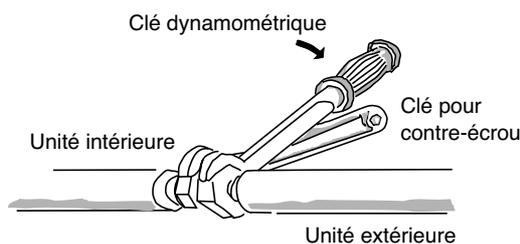

Fig. 7-6
- (1) Raccordez correctement le tube de réfrigérant côté intérieur qui dépasse du mur au tube côté extérieur.
- (2) Serrez les raccords aux couples indiqués ci-contre.
- Lorsque vous déposez les écrous flare des raccords de tube ou lorsque vous les serrez après avoir raccordé le tube, veillez à utiliser 2 clés à molette ou des tricoises comme illustré. (Fig. 7-6) Tout serrage excessif des écrous flare risque d'endommager les dudgeons et provoquer des fuites de réfrigérant susceptibles de blesser ou d'asphyxier les occupants de la pièce.